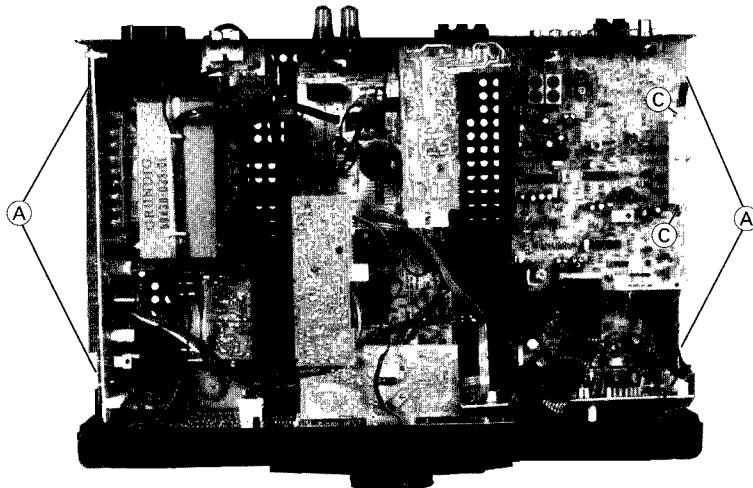

Fig. 1
- 6 Scharuben (A) herauserschrauben (Fig. 1).
- 2 Schrauben (C) herauserschrauben (Fig. 1).
- Undo 6 screws (A) (Fig. 1).
- Undo 2 screws (C) (Fig. 1).